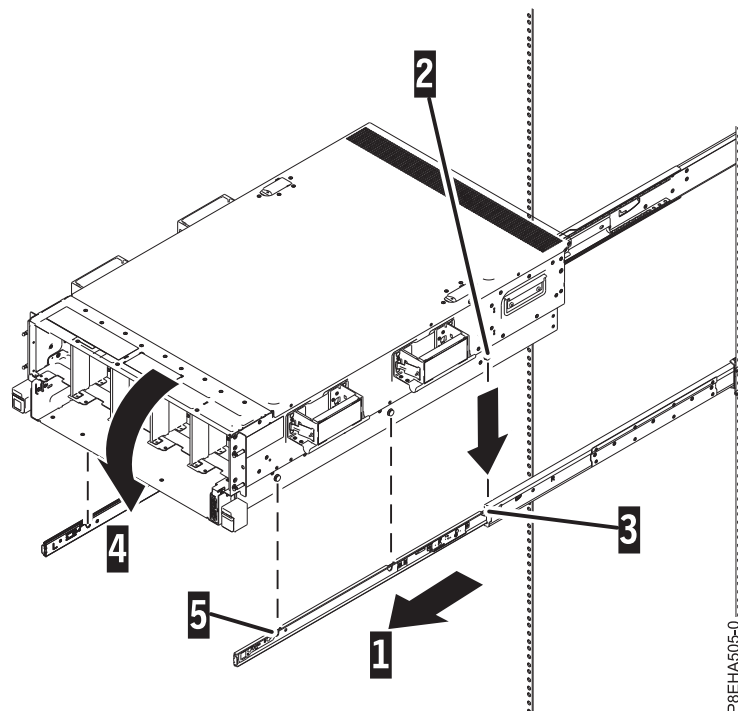

Figura 12. Instalación del chasis en el hardware de montaje
1. Extienda el hardware de montaje (**1**), tal como se muestra en la Figura 12 en la página 13.
4. Incline la parte frontal del sistema hacia arriba de forma que las patillas posteriores del chasis (2) se inserten en los orificios posteriores del hardware de montaje (3), tal como se muestra en la Figura 12.
5. Incline la parte frontal del sistema hacia abajo de forma que las patillas del chasis queden insertadas en la parte frontal (4 y 5) y en los orificios del medio del hardware de montaje, tal como se muestra en la Figura 12.